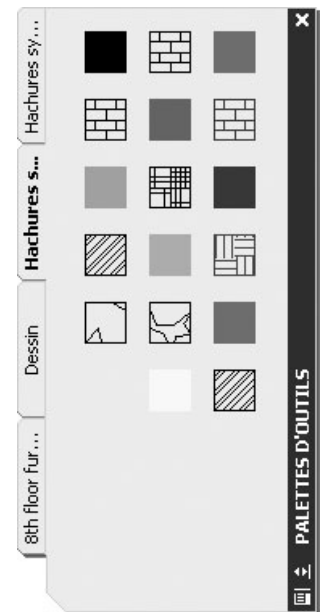

Fig.8.10
- 3 Sélectionner une hachure (fig.8.10).